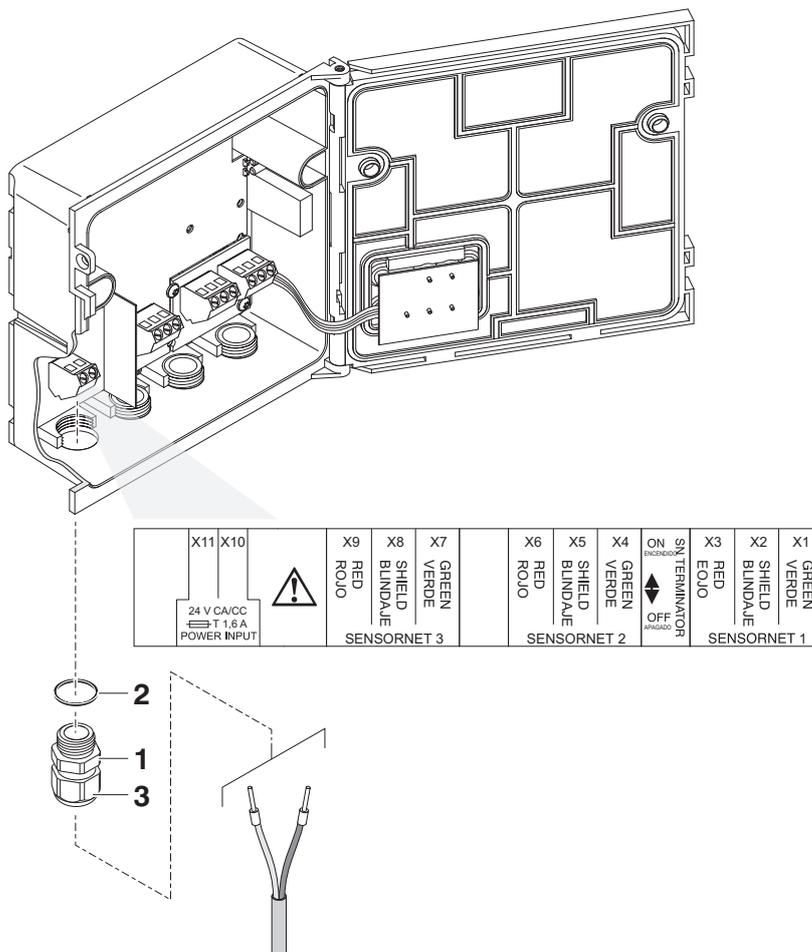

Fig. 3-2 Conexión del cable de 24 V CA/CC.
- 5 Enrosque el casquillo prensacables (pos. 1 en Fig. 3-2) con el anillo de estanqueidad (pos. 2) en la carcasa del módulo.
- 6 Afloje el anillo de acoplamiento (pos. 3).
- 9 Apriete el anillo de acoplamiento (pos. 3).